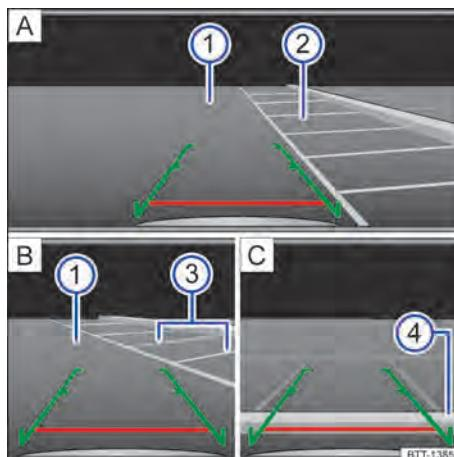

Fig. 106 Exibição do display do sistema do rádio: estacionar com a câmera de marcha a ré.
Legenda para Fig. 106:
- Posicionar o veículo na frente da vaga de estacionamento → **Fig. 106** ② [A].
- Conduzir para trás lentamente e manobrar de modo que as guias verdes laterais conduzam entre as linhas de delimitação da vaga de estacionamento delimitada ② [A].
- Alinhar o veículo na vaga de estacionamento selecionada de modo que as guias verdes laterais fiquem em cima das linhas de limitação lateral ③ [B].
- Parar o veículo, quando a linha vermelha atingir a limitação traseira ④ [C].